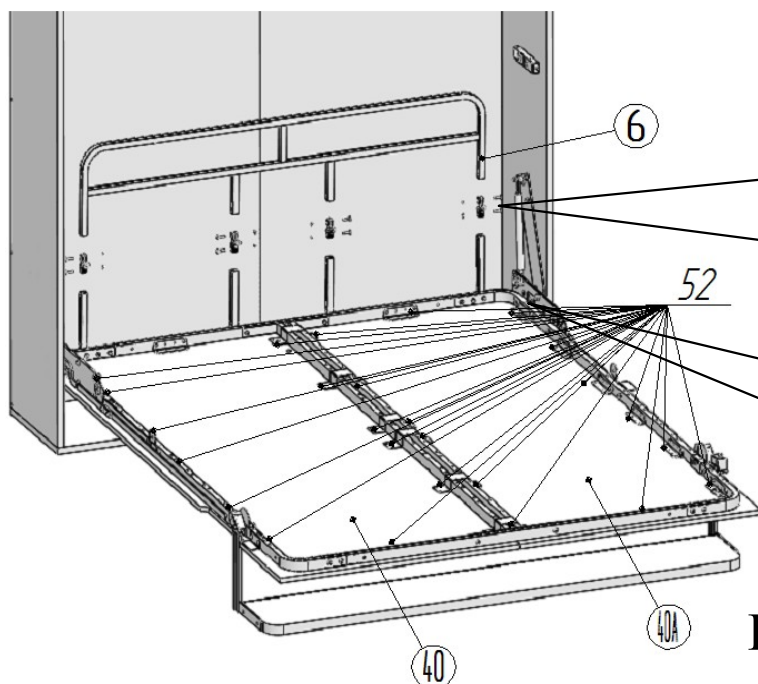
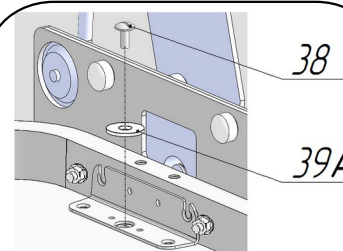
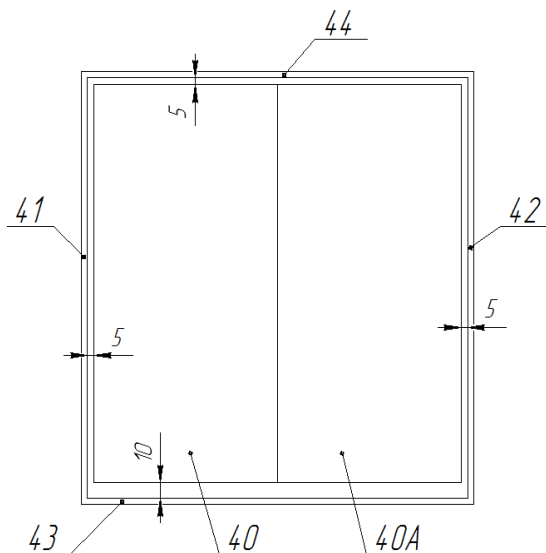

Рис.9.1
Рис.9.3 Регулировка положения щитов
Рис.9.4
13. Установить шарниры поз. 11 в бортик поз.6 и стойки бортика поз.9 (рис.9.1 и 9.2). Закрепить, используя Винт М6х25 поз.16, гайку М6 со стопорным кольцом поз.23. Присоединить стойки бортика поз.9 к стойкам со вкладышем поз.9А в соответствии с рисунком 9.2, используя Винт М6х25 поз.16, гайку М6 со стопорным кольцом поз.23.
Привести кровать в вертикальное положение. Последующей регулировкой щитов обеспечить зазоры между стенками короба поз.41,42, верхней панелью поз.44 и щитами декоративными поз.40 и 40А — 5 мм (рис.9.4 и 29), между панелью нижней поз.43 и щитами декоративными поз.40 и 40А — 10 мм (рис.9.4 и 29). Регулировку щитов произвести следующим образом: привести кровать в горизонтальное положение, ослабить винты М6х13 поз. 38 (рис.9.3). Сместить декоративные щиты в необходимом направлении. Затянуть винты М6х13 поз. 38. При необходимости повторить операцию выравнивания. Окончательно закрепить декоративные щиты на раме, используя саморезы Ø4х16 поз.52 (рис.9.1).